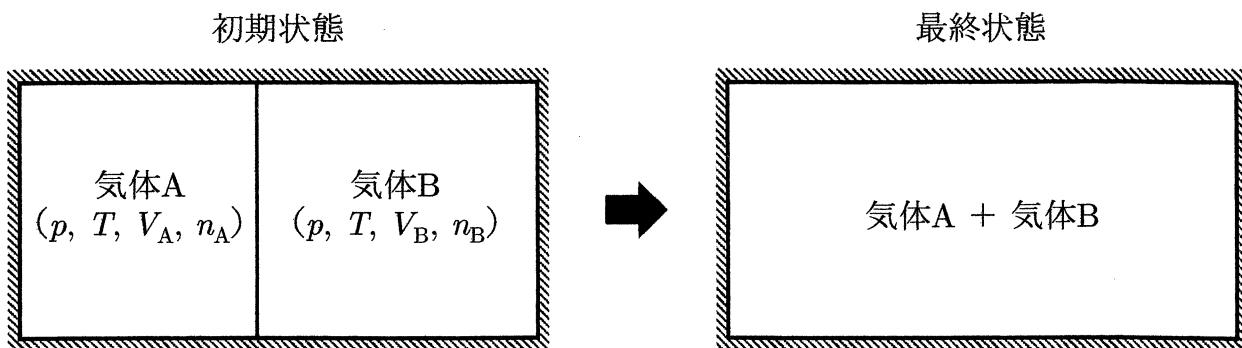

図 2-1
(3) ここで図 2-1 に示すように、2つの異なる種類の理想気体 A, B が厚さが無視できる隔壁によって体積  $V_A, V_B$  の部屋に分けられている状況を考える。この初期状態において、気体 A と気体 B は等しい圧力  $p$  と等しい温度  $T$  であるとする。なお、それぞれの気体のモル数を  $n_A, n_B$  とする。初期状態から隔壁を静かに取り除くと、それぞれの気体は拡散して最終状態で一様な混合気体になる。理想気体の一般気体定数を  $R_0$  とする。気体の化学反応はなく系は断熱されているとすると、この過程における系のエントロピー変化量  $\Delta S$  は